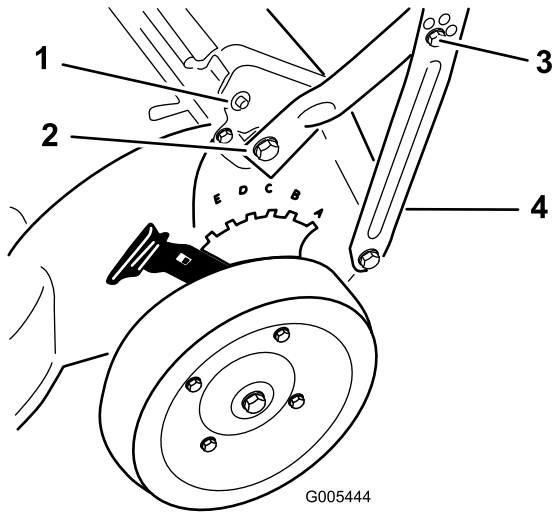

Figura 3
4. Conecte el manillar a la carcasa con los herrajes que retiró en el paso 2 (modelo 22163 solamente), pero no los apriete (Figura 3).
5. Conecte los refuerzos del manillar a los lados del manillar inferior usando 2 pernos de cabeza hexagonal (modelo 22163 solamente) o 2 pernos de cabeza ovalada (modelo 22164 solamente) y 2 contratruercas (Figura 3).
Nota: Sujete los cables lo mas bajo possible en el manillar para evitar que se enganchen en la cubierta de la barra de la puerta trasera e interfieran con el sistema de autopropulsion (Figura 3).